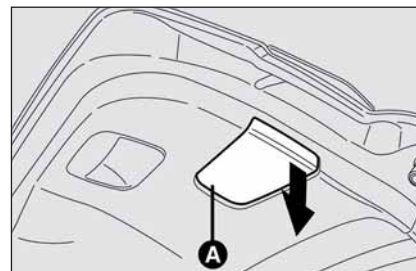
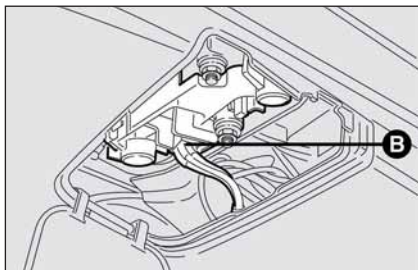

fig. 29
fig. 30
- pousser vers le bas le couvercle **A**-fig. 29 et défilier le connecteur électrique **B**-fig. 30;